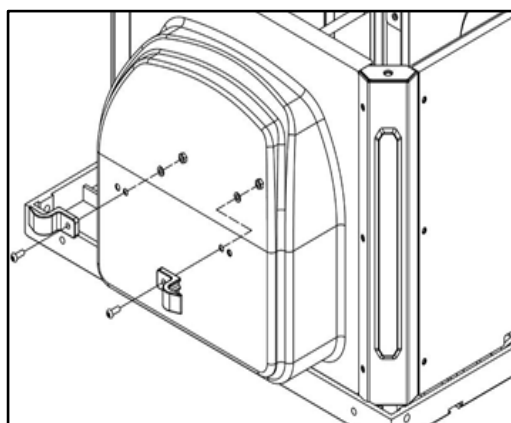

Рисунок 9
- Вставьте болт в держатель и прикрепите держатель к левой стороне корпуса станка (рис. 9).